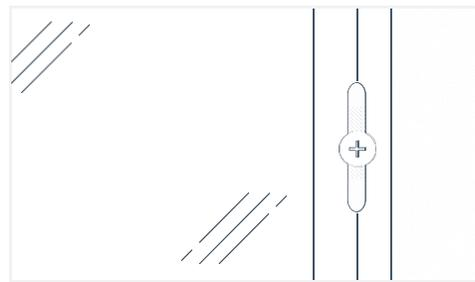

Fig. 5
- Fixez toujours les attaches au centre des fentes de la bride de vissage ; si vous fixez les attaches à l'extrémité des fentes, les panneaux peuvent gauchir ou se déformer (Fig. 5).